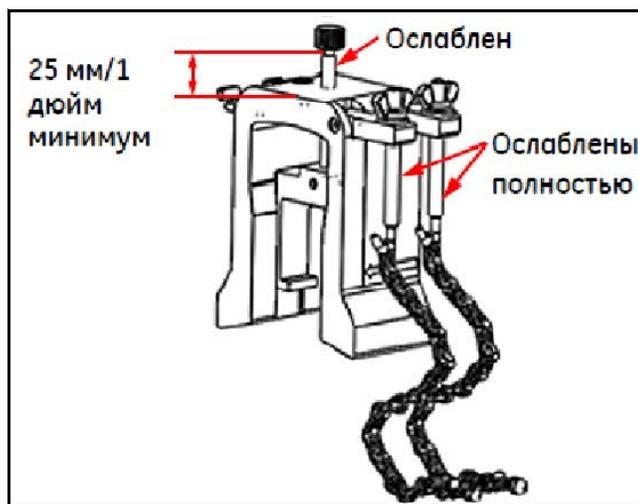

Рис. 25: Ослабленные винт и J-образные крюки скобы
1. Ослабьте винт скобы хотя бы на 25 мм/1 дюйм (весь ход для труб <50 мм/2 дюйма) и ослабьте J-образные крюки на всю длину (см. Рис.25 ниже).